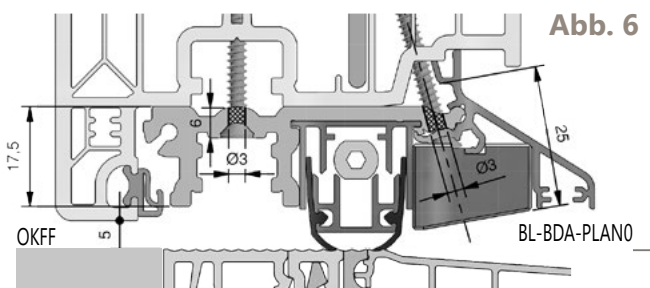

Abb. 6
- Das Adapterprofil in der Beschlagnut und am Wetterschenkel mit Ø 3mm vorbohren. Siehe Abb. 6